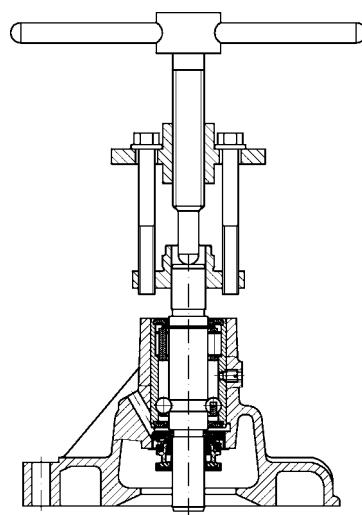

Рис. 4.51. Снятие ступицы насоса системы охлаждения
-с помощью специального приспособления снять ступицу шкива насоса (рис. 4.51);